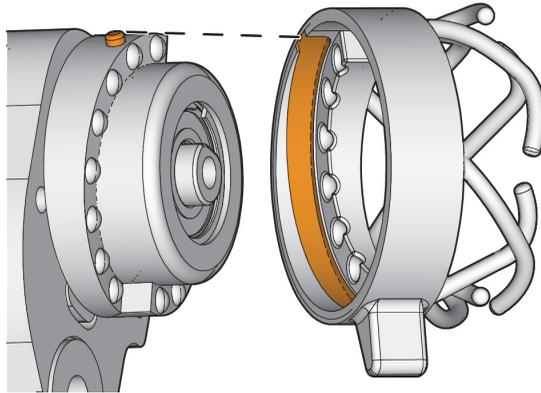

Figure 5-17 Anneau de friction et anneau à saillies
1. Pour retirer l'anneau de friction, alignez la goupille de l'anneau à saillies sur la rainure interne de l'anneau de friction, et tirez vers l'extérieur (Figure 5-17 à la page 92).
2. Pour l'installer, alignez la goupille sur la rainure, puis pressez l'anneau de friction contre l'anneau à saillies (Figure 5-17 à la page 92).